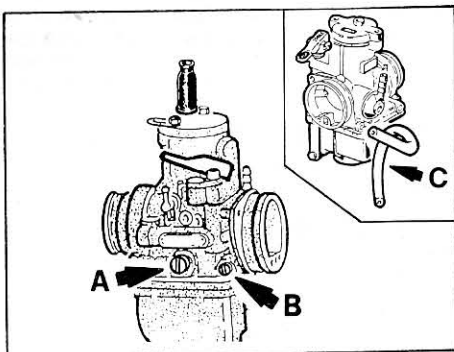

Fig. 30 - Carburatore.
- registrare la vite del minimo (A Fig. 30) in modo da ottenere una rotazione costante del motore;
- avvitare o svitare la vite miscela minimo (Fig. 30 B) fino ad ottenere il maggior numero di giri del motore;
IMPORTANTE: assicurarsi che il tubo di alimentazione per aria massimo (C Fig. 30) sia inserito nell'apposito foro sulla cassetta aspirazione per circa 40 mm. (controllare inoltre che il gommino passacavo sia nella giusta posizione).